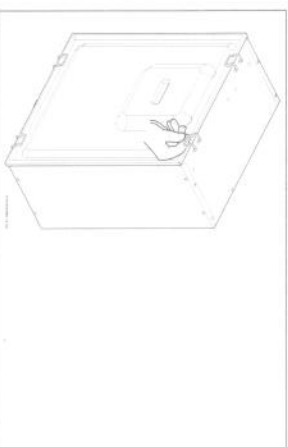

Fig. 2 Tampa protectora
- Retirar a frente do aparelho (ver Fig. 2).
- Pressionar simultaneamente as patilhas (A) e puxar a caixa de comando.